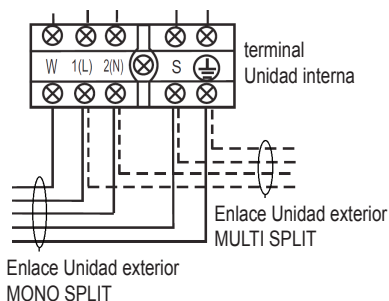

fig. 16 -
3. Realizar las conexiones que figuran en los diagramas de cableado de la unidad "fig. 16 -".